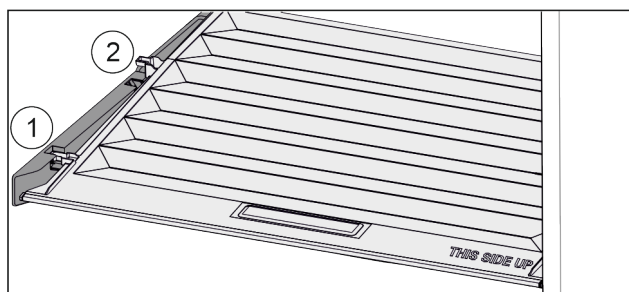

Fig. 84
- ▶ Trageți capacul în față Fig. 84 (1) până la orificiul din piesele suportului.
- ▶ Ridicați în spate de jos și scoateți Fig. 84 (2) în sus.